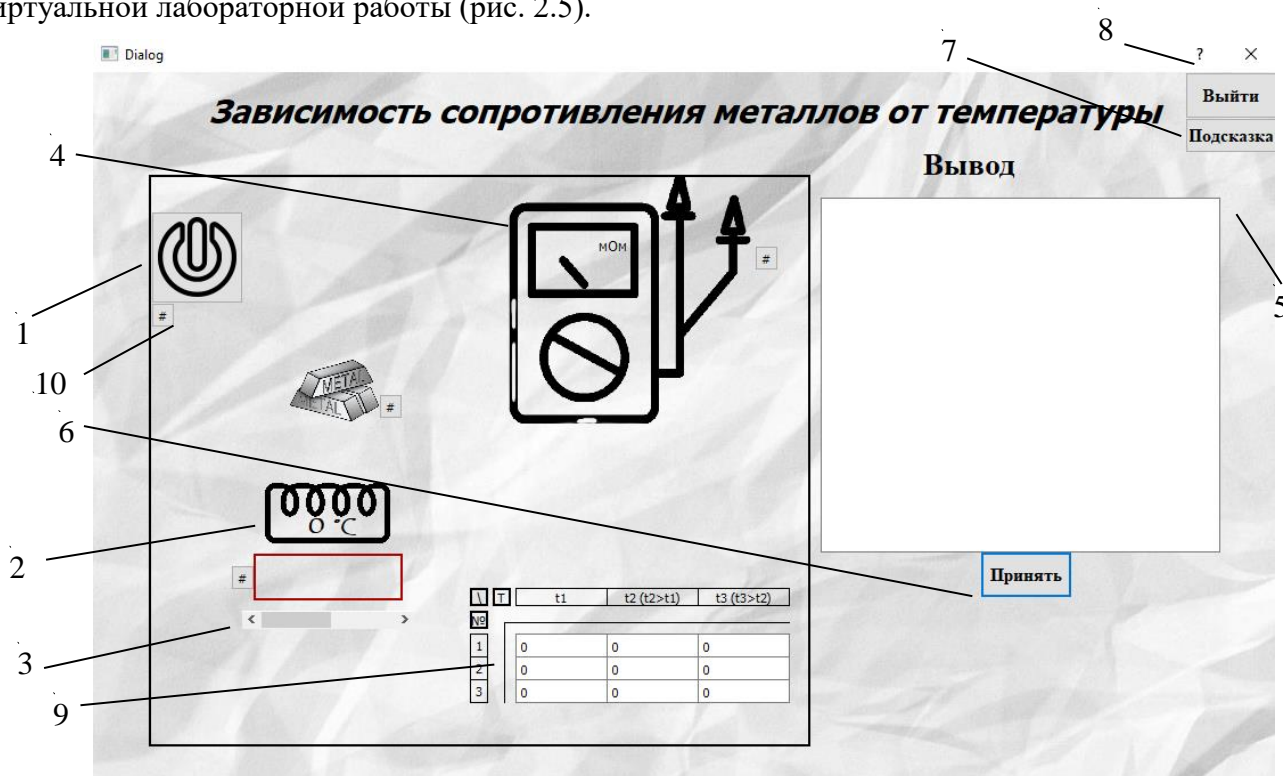

Рисунок 2.5 – Экспериментальная установка
После того как тест пройден будет выведена экспериментальная установка для виртуальной лабораторной работы (рис. 2.5).
6. Пройти тестирование, вводя ответы. Убедиться, что появится экспериментальная установка (см. рис. 2.5).
4. Пройти тестирование, вводя ответы. Убедиться, что появится экспериментальная установка (см. рис. 2.5).